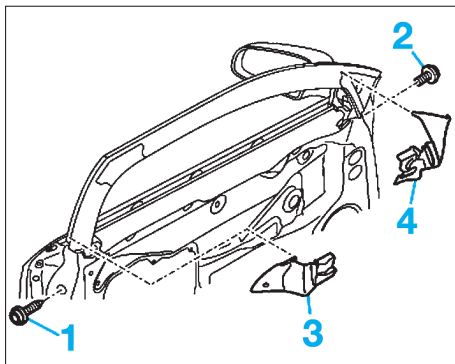

FIG. 58
S'il est nécessaire de modifier la hauteur du cadre de vitre, remplacer les vis (1) et (2) par une vis standard (Fig.58). Les joints (3) et (4) doivent être engagés dans le cadre de glace.